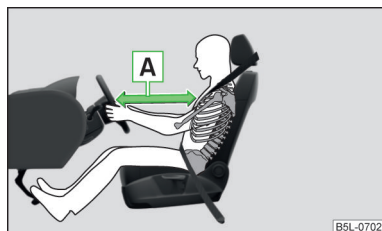

Fig. 8
Al activarse, los airbags se llenan de gas y se despliegan delante del conductor y el acompañante » fig. 8 - [B]. Al sumergirse la cabeza y el tórax en el airbag completamente inflado, se amortigua el movimiento hacia delante del conductor y del acompañante, y se reduce así el riesgo de lesiones en esas partes del cuerpo.
- Es importante que el conductor y el acompañante mantengan una distancia mínima de 25 cm con respecto al volante o al cuadro de interruptores » fig. 8. Si no respeta la distancia mínima, el sistema de airbag no podrá protegerle. ¡Peligro de muerte! Además, los asientos delanteros siempre deben estar correctamente ajustados a la estatura del ocupante.